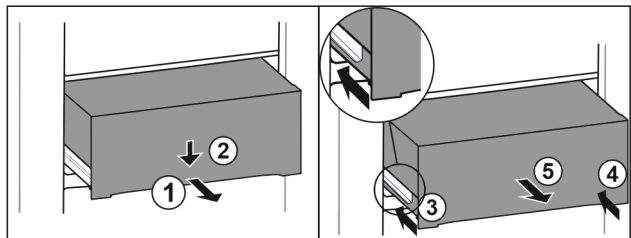

Fig. 129
- ▶ Вытяните выдвижной ящик наполовину. Fig. 129 (1)